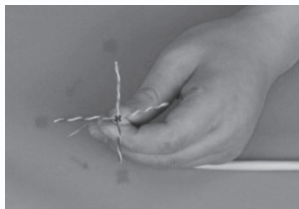

图4-45 拆开4对双绞线
6) 拆开4对双绞线。按照西元视频中展示的方法,把4对双绞线拆成十字形,绿线对准自己,蓝线朝外,棕线在左,橙线在右,按照蓝、橙、绿、棕逆时针方向顺序排列,如图4-45所示。